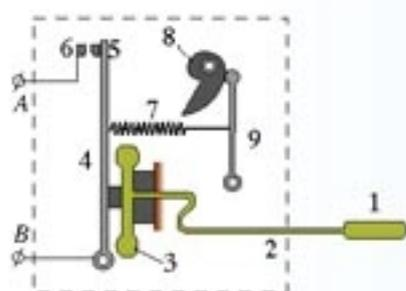

图 6.2-10 电冰箱温控器的结构
1. 图 6.2-10 表示某种电冰箱内温度控制器的结构。钢制的测温泡 1、细管 2 和弹性金属膜盒 3 连通成密封的系统，里面充有氟甲烷和它的蒸气，构成了一个温度传感器。膜盒 3 为扁圆形（图中显示它的切面），右表面固定，左表面通过小柱体与弹簧片 4 连接。盒中气体的压强增大时，盒体就会膨胀。测温泡 1 安装在冰箱的冷藏室中。5、6 分别是电路的动触点和静触点，控制制冷压缩机的工作。拉簧 7 的两端分别连接到弹簧片 4 和连杆 9 上。连杆 9 的下端是装在机箱上的轴。凸轮 8 是由设定温度的旋钮（图中未画出）控制的，逆时针旋转时凸轮连杆上端右移，从而加大对弹簧 7 的拉力。